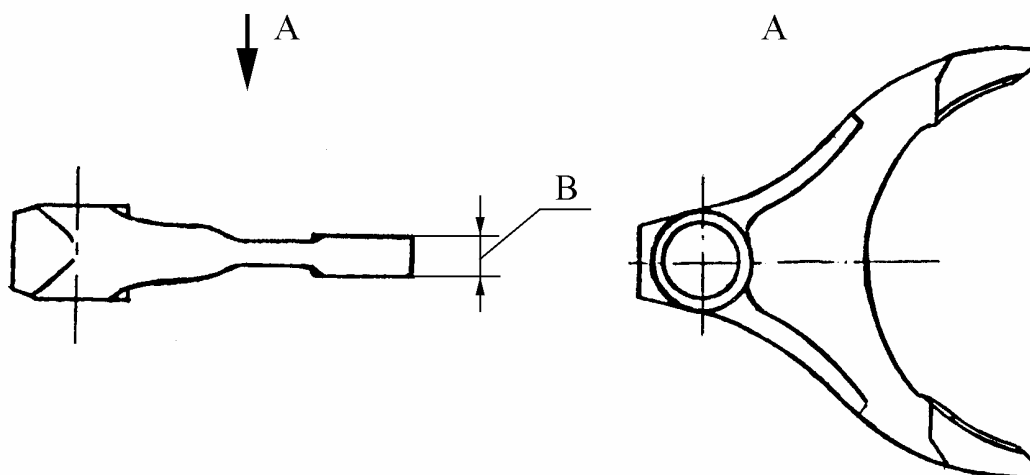

Рис.36. Вилка блокировки дифференциала.
4.18 ВИЛКА БЛОКИРОВКИ ДИФФЕРЕНЦИАЛА 2121-1803028 (рис.36).